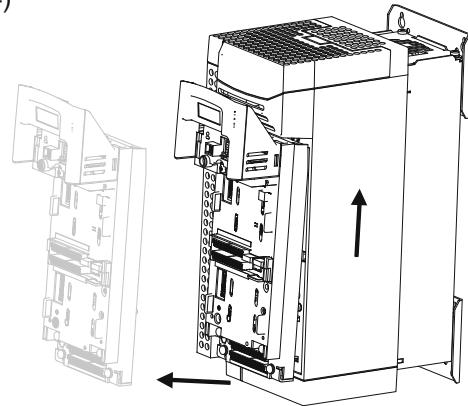
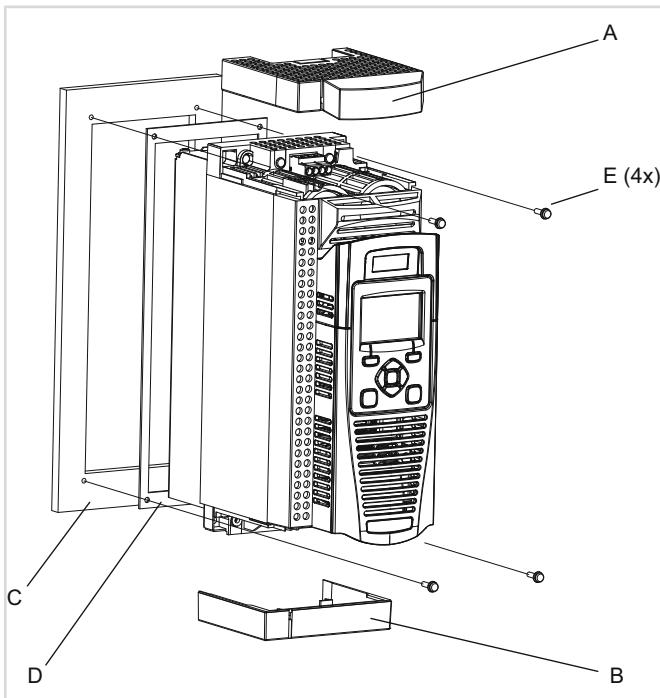

Рис. 7: Снятие модуля управления
Рис. 8: Детальное представление сквозного монтажа (на примере преобразователя частоты типа FDU)
Графические пояснения см. на рис. 7 (стр. 12) и рис. 8 (стр. 13).
У преобразователей частоты этих типов, для того чтобы можно было сдвинуть вперед и снять верхнюю крышку корпуса, нужно демонтировать модуль управления (см. рис. 7, стр. 12).
Снятие модуля управления (см. рис. 7, стр. 12):
У преобразователей частоты этих типов, для того чтобы снять верхнюю крышку корпуса, не нужно демонтировать модуль управления (см. рис. 8, стр. 13).
- Вставьте отвёртку в прорезь нижней крышки корпуса (B) и слегка нажмите налево. Защелка откроется.
- В комплекте аксессуаров: прилагаемое уплотнение (D) установите на преобразователь частоты по кругу таким образом, чтобы зазор между стенкой распределительного шкафа (C) и преобразователем частоты был загерметизирован.
- Закрепите преобразователь частоты VARIPACK с помощью 4-ых крепежных винтов на стенке распределительного шкафа (см. рис. 8, стр.13).